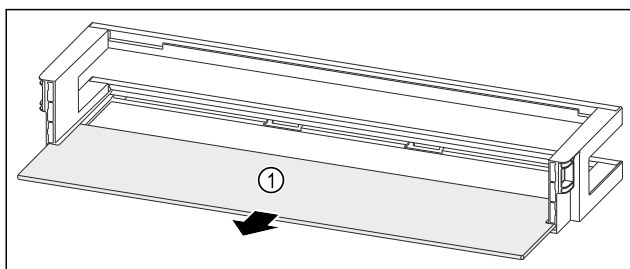

Fig. 162 Дверная полка со съемной полкой
- Извлеките съемную полку Fig. 162 (1).